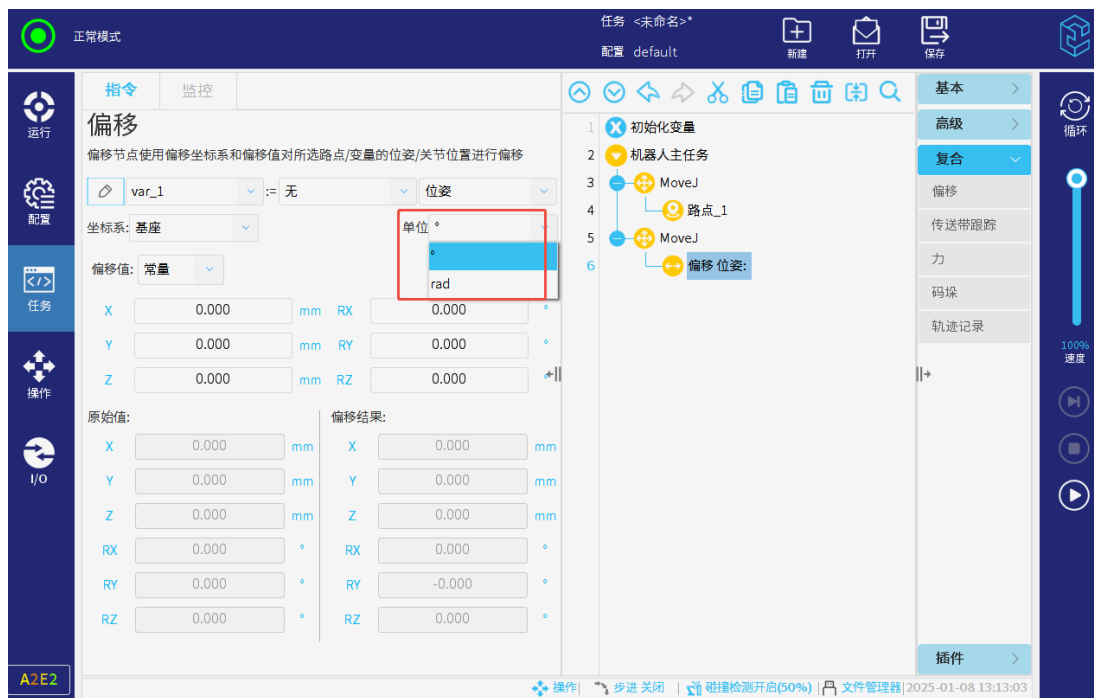

图 3-119: 选择角度数据单位
- 选择度【°】或弧度【rad】作为偏移数据、原始值或偏移结果数据中角度的单位类型，如图 3-119 所示。